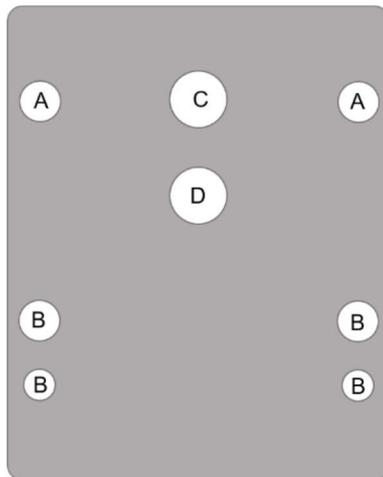
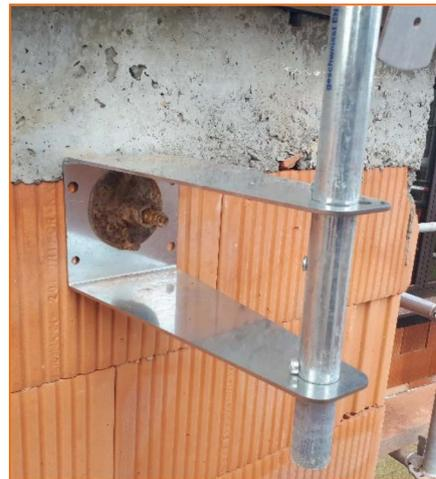

Figure 1
Figure 2
- L'étrier n'est normalement utilisé que pour déplacer le poteau à l'extérieur de 30 cm afin de pouvoir réaliser un débord de toit en toute sécurité sur un toit plat. L'avant-toit peut à présent également être parachevé en toute sécurité. (mur extérieur : panneau d'isolation recouvert de crépi ou lorsque le mur extérieur est installé après la finition de la toiture) (figure 2)
- 1 Avec des vis à béton : Placez 2 vis à béton de type HUS-H8, à gauche et à droite en haut. Pour ce faire, utilisez les trous A (figure 1). Placez 2 vis à béton de 6 ou 8 mm en dessous. Utilisez pour ce faire 2 des 4 trous B à gauche et à droite. Les 2 vis supérieures assurent la résistance en cas de pression extérieure et latérale. Les vis inférieures garantissent que le support ne se plie pas si le poteau est tiré vers l'intérieur et que le poteau ne puisse pas se déplacer latéralement.
- 2 Lors du démontage d'un manchon à vis M16 ou M18, vous pouvez monter le support à l'aide d'un goujon et d'une rondelle. Pour ce faire, utilisez le trou C (figure 1). Placez 2 vis à béton supplémentaires dans le bas. Pour ce faire, utilisez les trous B (figure 1). Ceux-ci garantissent que le poteau ne peut pas être tiré vers l'intérieur et qu'il ne peut pas non plus se déplacer latéralement.
- 3 Si vous souhaitez placer l'étrier sur un mur creux, vous devez percer un trou à travers le trou D (figure 1) et le mur. Nous fixons l'étrier au mur en y insérant une barre d'ancrage de 16 mm et en y vissant à l'intérieur et à l'extérieur un émerillon de 12 cm de diamètre (figure 2).